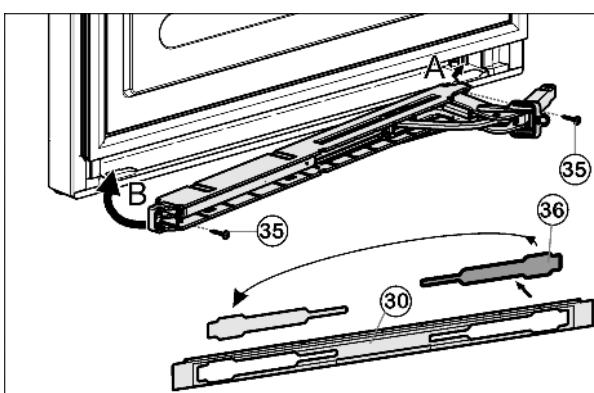

Fig. 18
- Освободите крышку Fig. 18 (36) из накладки Fig. 18 (30) и снова установите её на другой стороне.
- Зацепите (A) и поверните (B) узел амортизатора закрывания дверцы шарниром на стороне шарнира.
- Прикрутите (2 шт. Torx® 15) Fig. 18 (35)узел амортизатора закрывания дверцы.